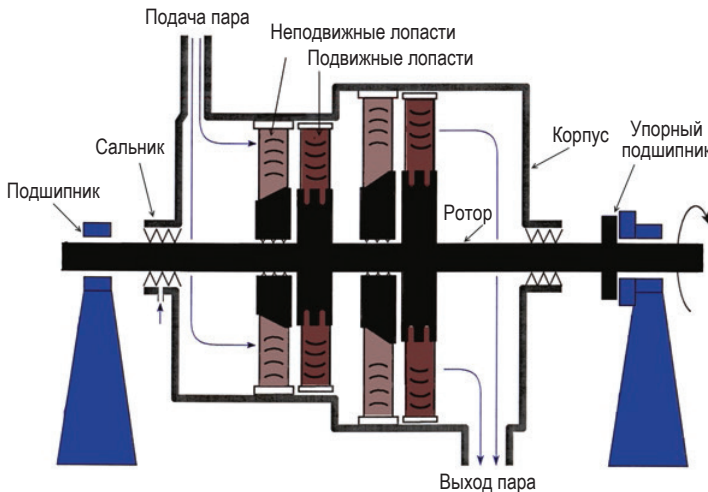

Рис. 10.4 ❖ Простейшая паровая турбина
На рис. 10.4 дан эскиз паровой турбины в разрезе. В этой конструкции реализованы идеи, приведенные выше. На рисунке видны вал, вращающиеся и неподвижные лопасти, по два набора каждый.
Понятно, что требуется герметизация вала. В противном случае пар будет утекать наружу вместо того, чтобы толкать лопасти турбины. На рис. 10.4 показана общепринятая для большинства больших турбин герметизация с помощью сальника, в который подается пар – немного внутрь корпуса, немного наружу, – обеспечивающий герметизацию при работе (слегка похоже на принцип герметизации вала насоса системы охлаждения реактора).
В заключение отметим, что пар не только толкает лопасти, придавая вращение валу, но и толкает сам вал. При построении турбины, показанной на рис. 10.4, необходимо установить подшипник позади набора лопастей, способный противостоять осевому усилию на валу (упорный подшипник). Взамен этого в более распространенных конструкциях мощных паровых турбин ис-
пользуется два набора лопастей, ориентированных в противоположном друг другу направлении. В отличие от турбины, показанной на рис. 10.4, в этом случае пар подается в центр турбины и расширяется в обоих направлениях, компенсируя осевые силы. Мы с вами разобрались, как сконструирована реальная турбина высокого давления (High Pressure (HP) Turbine).